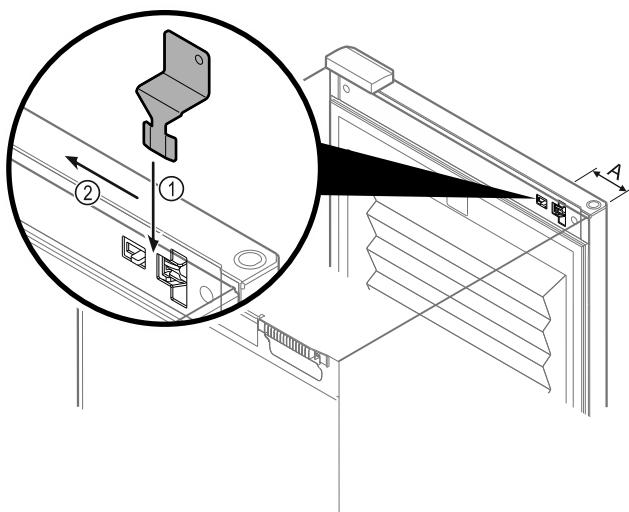

Fig. 148
- Posizionare la chiave di sblocco di emergenza nella posizione specificata Fig. 148 (A) ≈ 100 mm.
- Inserire la chiave di sblocco di emergenza Fig. 148 (1) tra la porta e il corpo dell'apparecchio dall'alto fino a battuta.
- Tirare la chiave di sblocco di emergenza verso la cerniera. Fig. 148 (2)